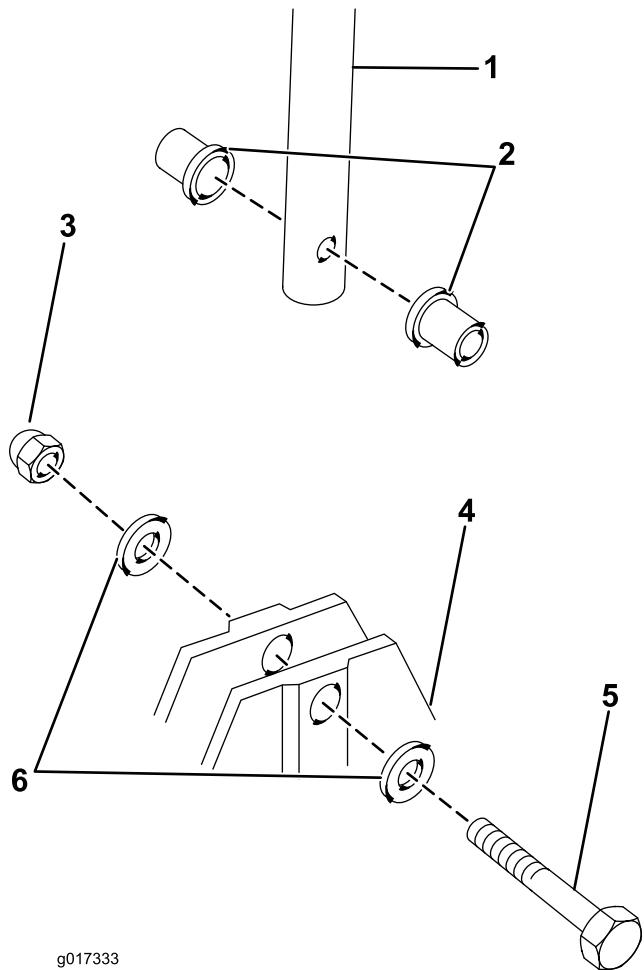

图3
1. 将 2 个轴套滑入机架 (图3)。
2. 将下手柄放在轴套中间, 用 1 个手把螺栓、2 个垫圈和 1 个螺母进行固定 (图3)。